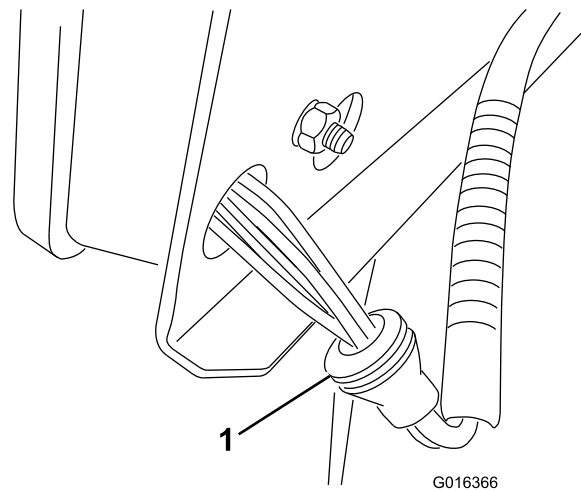

Figura 17
3. Pase los conectores individualmente a través de los pasacables y presione cada pasacables para sujetarlo (Figura 17).